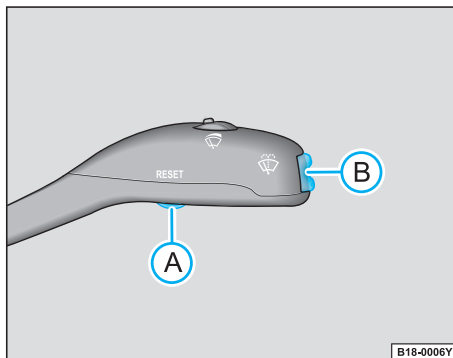

图10
行驶时间显示的是上一次清空信息储存器后的车辆累计行驶时间，如果您想从某个特定时间点开始累计行驶时间您必须首先按动按钮Ⓐ（参见1—7页图10），清除这一存储信息。
平均油耗是以升/100公里为单位显示上一次清空信息存储器后的平均油耗，此信息能帮助您调整驾驶习惯以达到期望的油耗值，如果想测算某特定行驶周期内的平均油耗，在开始测算油耗前请先按动按钮Ⓐ(参见1-7页图10)将信息存储器清空。清除记录后需要再行驶约300米后才能再次显示油耗。
行驶距离显示的是上一次清空信息储存器后的车辆累计行驶距离，如果您想从某个特定时间点开始累计行驶距离请先按动按钮④(参见1-7 页图10)，清除这一存储信息。
平均速度显示的是上一次清空信息储存器后的车辆平均行驶速度，如果您想从某个特定时间点开始计算平均行驶速度，请先按动按钮④(参见1-7 页图10)，清除这一存储信息。在清除存储信息后需要再行驶约100米后才能再次显示平均速度。
此处显示的是您根据实际情况设置的车速报警信息。如果您想重新设定报警的车速，您必须首先按动按钮④(参见 1-7 页图 10)将报警车速复位。然后再次按动按钮④重新进行设置：拨动开关⑤上端，可提高报警车速；按动开关⑤下端，可降低报警车速。设定完后，按下按钮④确认报警车速修改信息。